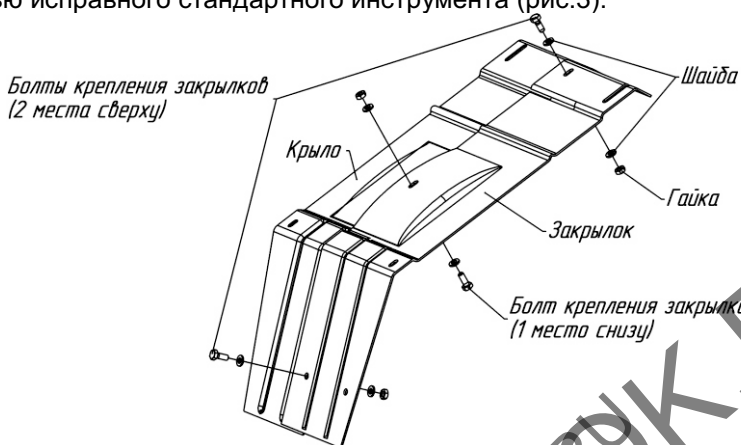

Рис.3. Схема крепления закрывков (дополнительных крыльев)
27. При фрезеровании защитные устройства и щитки должны быть установлены на соответствующие места и надежно закреплены с помощью исправного стандартного инструмента (рис.3).